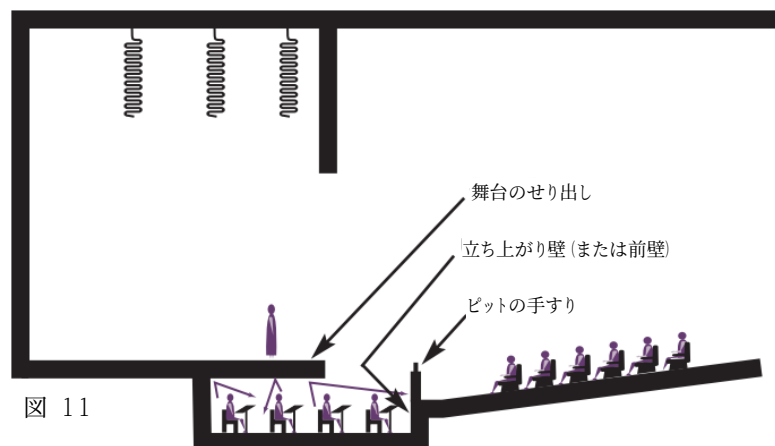

図 11
それに加えて、音は上に向かうことが多いので、聴衆の頭上を通過していきます。適切な天井処理がされなければ、この音の多くが失われ、舞台上とピット内で音のレベルがアンバランスになってしまうでしょう。(図11参
- ・オーケストラピットの立ち上がり壁(図11参照)に角度を付ければ、音を舞台の後方へはね返すようにすることができます。